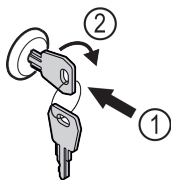

Fig. 127
- Zatlačte kľúč Fig. 127 (1).
- Otočte kľúč o 90° v smere hodinových ručičiek Fig. 127 (2).